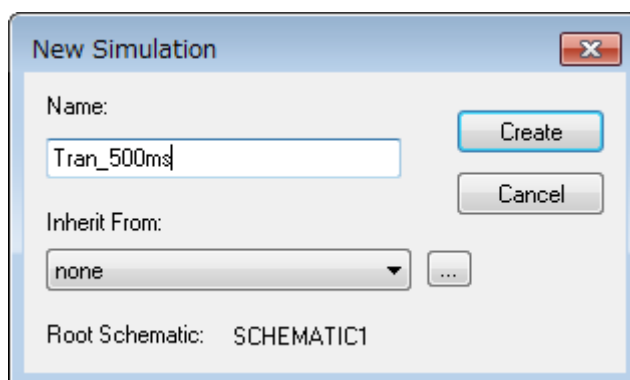

図 5.2 「New Simulation」画面
- (1) OrCAD[®] Capture メニューバー上の「PSpice」-「New Simulation Profile」をクリックすると、図 5.2 に示す「New Simulation」ウインドウが表示されます。任意のプロファイル名を指定し、「Create」をクリックしてください。